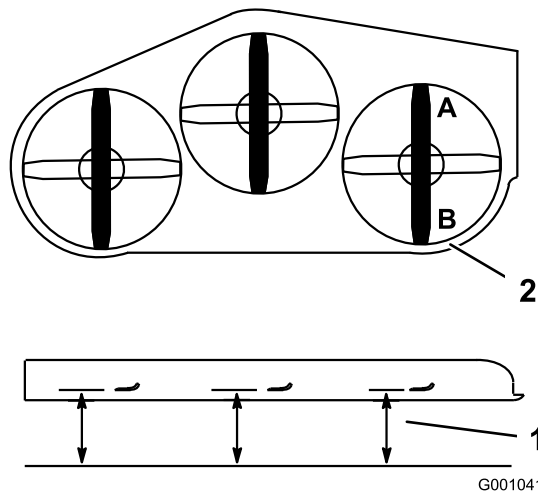

Figure 101
1. Tournez la lame droite dans le sens longitudinal (Figure 101).
2. Mesurez la distance au point A entre la surface plane et le tranchant de la pointe de la lame droite (Figure 101).
4. Mesurez la distance au point B entre la surface plane et le tranchant de la pointe de la lame droite (Figure 101).
6. La lame doit être plus basse de 6 à 10 mm ($\frac{1}{4}$ à $\frac{3}{8}$ po) au point A qu'au point B (Figure 101). Si ce n'est pas le cas, passez aux opérations suivantes.